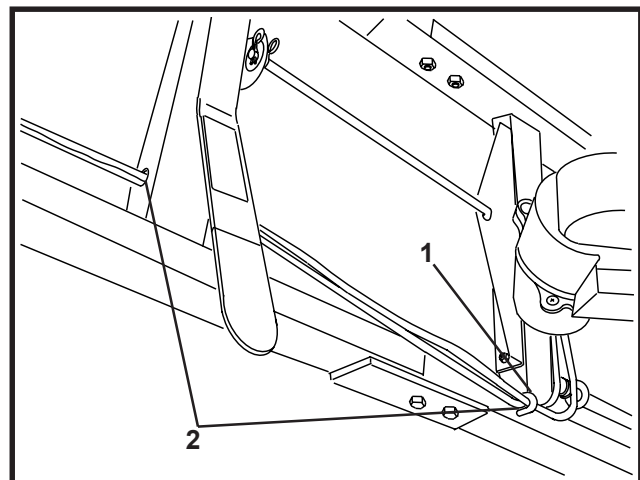

FIGURE 6
- Faites passer le faisceau électrique du moteur par le guide et la traverse du guidon. Figure 6.
- Faites passer le câble d'accélération par le guide du guidon inférieur. Figure 6.